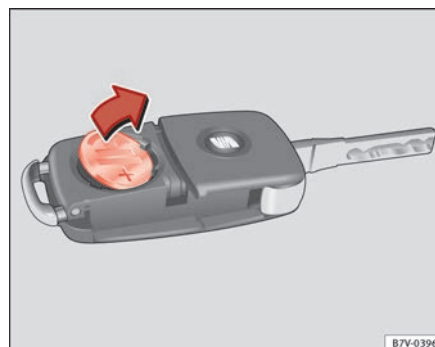

Fig. 44 Chave do veículo: retirar a pilha. ►
- Extraia a pilha do compartimento com um objecto fino adequado ⇒ Fig. 44.
- Coloque a nova pilha no compartimento, pressionando-a tal como se mostra ⇒ Fig. 44, no sentido contrário ao da seta ⇒ ❷.